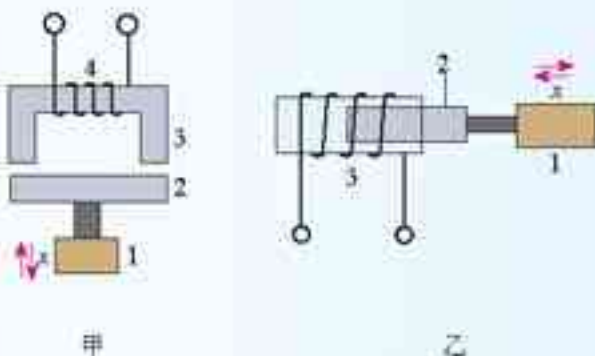

图6.1-11 电感式位移传感器
1. 图6.1-11是两种电感式微小位移传感器的原理图。图甲中，1是待测的物体，2是可以平移的软铁芯，3是固定的软铁芯，2、3之间的空气间隙随着物体的位移改变，铁芯3上绕有线圈4。乙图中，3是空心线圈，1是待测的物体，软铁芯2插在线圈3中并且可以随着物体1在线圈中平移。